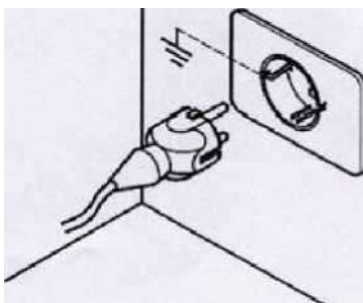

Figura 12
- Conectați cazanul la o priză cu împământare (Figura 12).